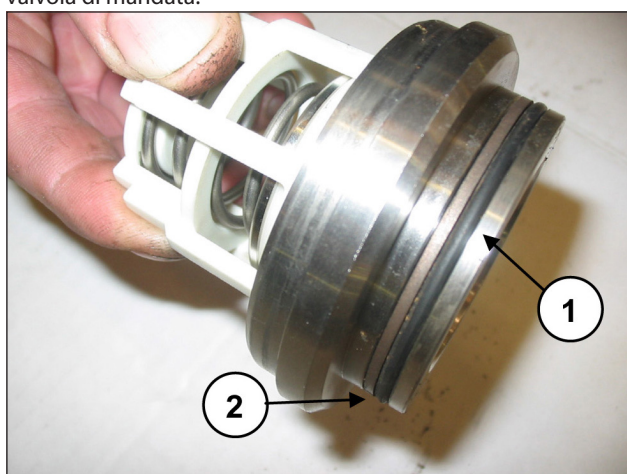

Fig. 123
Montare O-ring, pos. esploso n. 6 (pos. ①, Fig. 123) e anello antiestrusione, pos. esploso n. 14 (pos. ②, Fig. 123) sulla sede valvola di mandata.